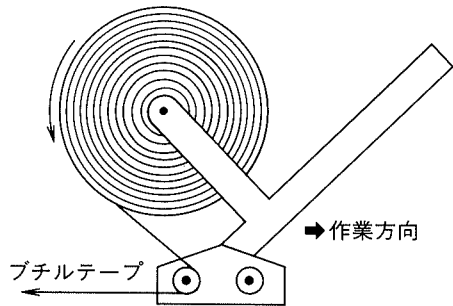

図3
- 切断後、木製のへら等で露出している線を折り曲げたところに、板ガラスメーカーの推奨する図3のごとき治具を用いて貼りつけるか、治具を用いない場合は手でガラス切り口に貼りつけ、へらあるいはローラーで圧着して下さい。